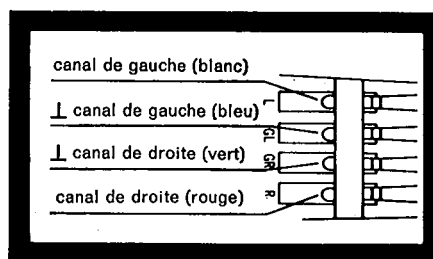

Fig. 12
3. Les connexions sur le support sont repérées par des fils de couleurs différentes (fig. 12). Reliez les fils de connexion du support avec les broches correspondantes de la cellule.